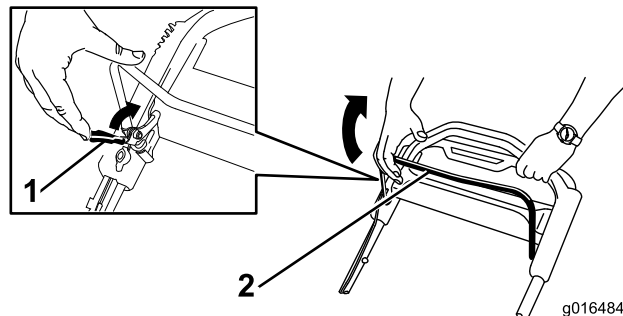

Figure 23
1. Tirez le dispositif de verrouillage de la barre de commande des lames vers la barre de commande (Figure 23).
2. Serrez **lentement** la barre de commande des lames contre le guidon (Figure 23).